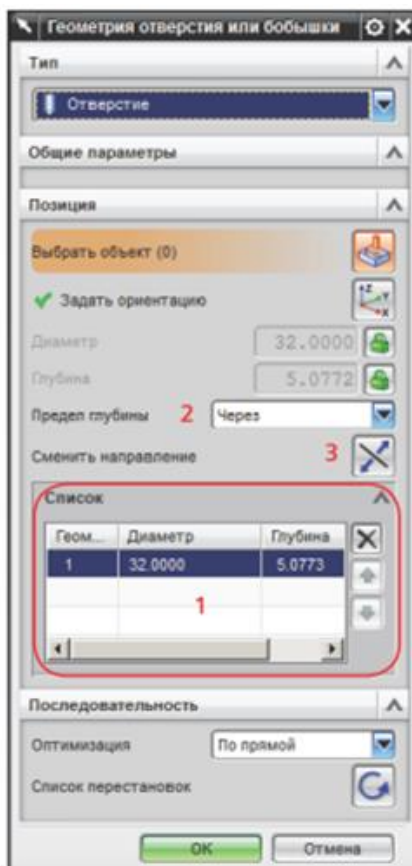

Рисунок 6.12 – Завдання геометрії обробки
Можна вказувати отвори різного діаметру і довжини (рис. 6.12). Вікно Список (1) дозволяє задавати порядок обходу отворів. Параметр Межа глибини (2) визначає, наскрізний отвір або глухе. Команда Змінити напрямок (3) дозволяє змінити напрямок обробки для наскрізних отворів. Попутно зауважимо, що ця геометрична група може застосовуватися і для завдання бобишек.